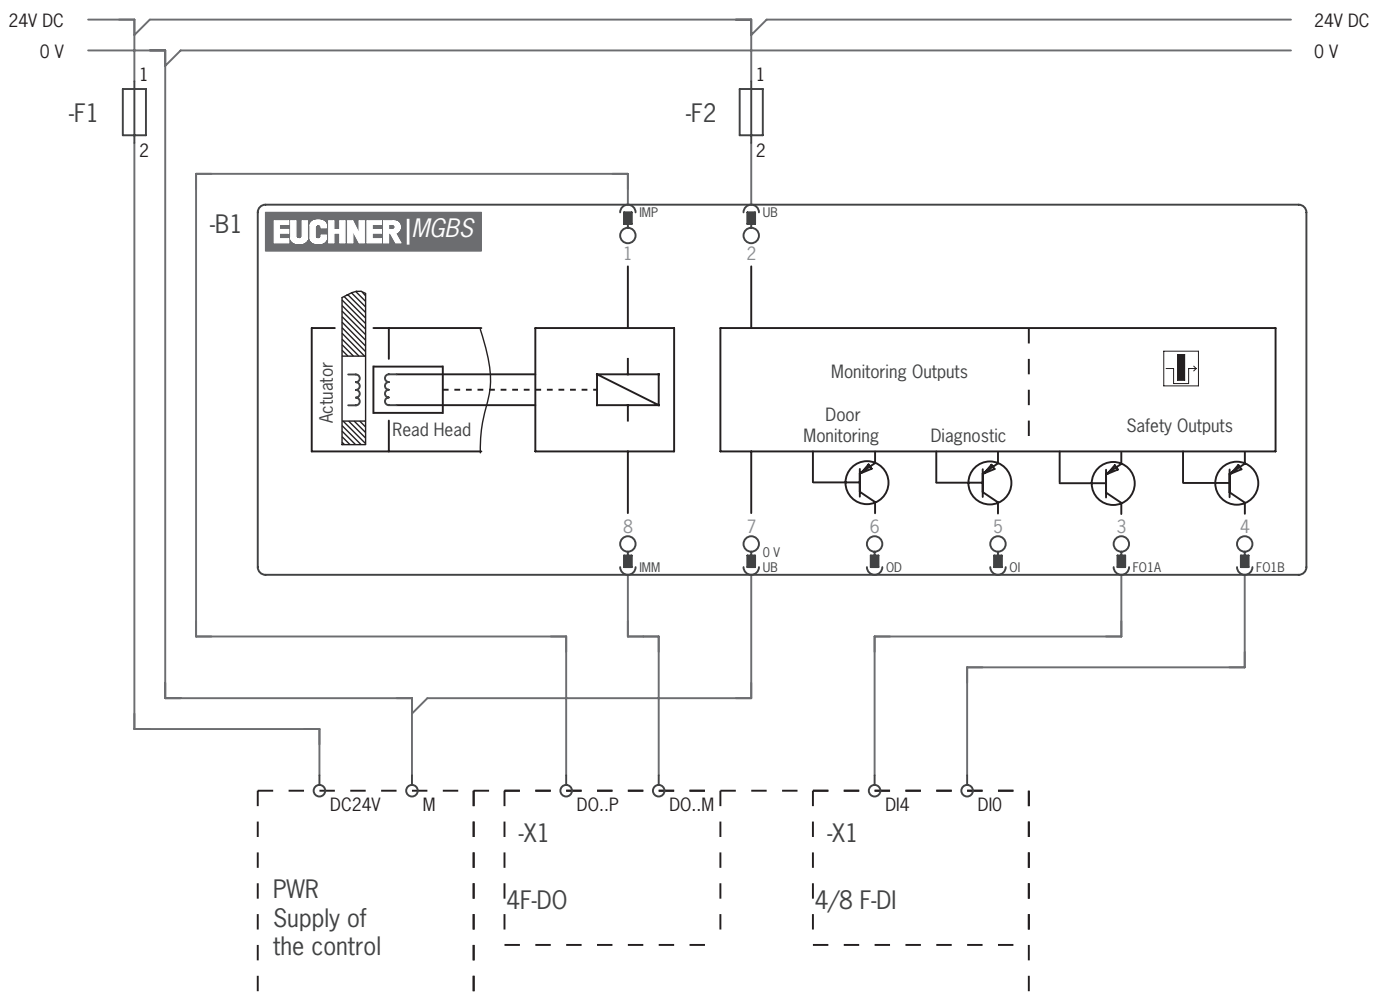

Bild 5: Anschlussbeispiel für den Anschluss an ET200
- Bei einer zweikanaligen Ansteuerung der Magnetspannung durch sichere Ausgänge einer Steuerung sind folgende Punkte zu beachten (siehe auch Bild 5 auf Seite 26):